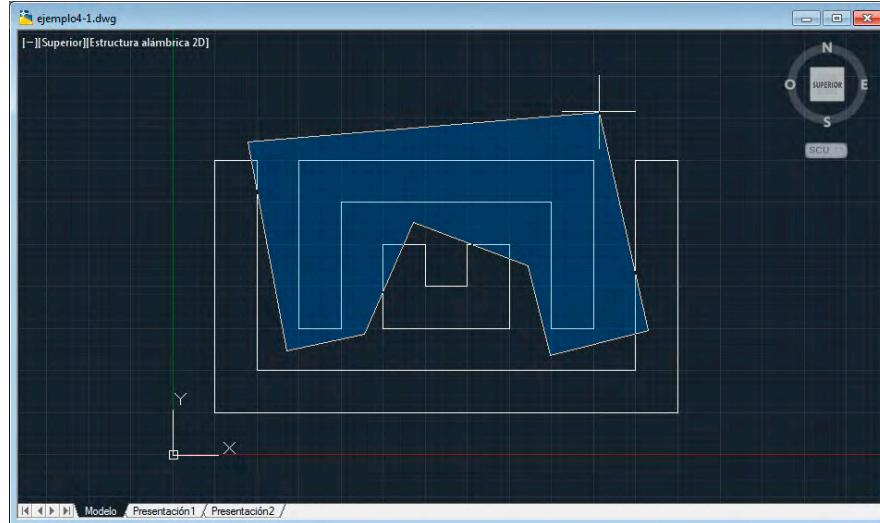

Figura 4.22. Designación de objetos mediante Polígono-Ventana.
- **polígonoOV.** Se designan los objetos que se encuentren completamente dentro de los límites de un polígono irregular indicado por sus vértices. La acción es similar a la selección mediante Ventana y el área de selección se colorea de igual forma (figura 4.22).